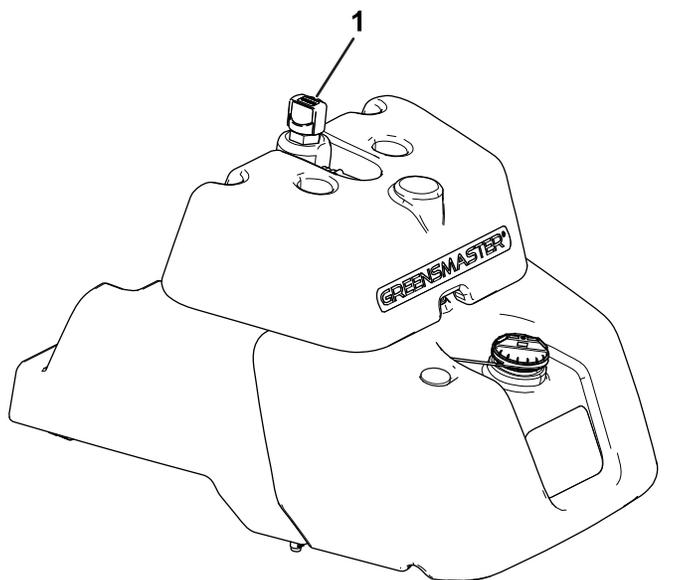

Figura 40
- Se o depósito não tiver uma janela de visualização, localize a vareta na parte superior do depósito hidráulico principal (Figura 40) e passe para o passo 3.